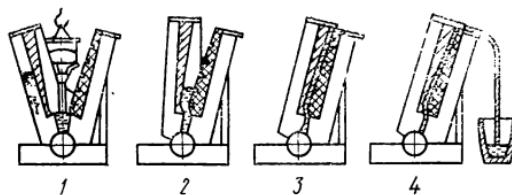

Рис. 36. Схема выжиманием:
Литье выжиманием. Представим себе литейную форму, состоящую из двух половинок, соединенных общим шарниром (рис. 36). На внутренней поверхности половинок нанесен рельеф, отвечающий поверхности отливки. В разомкнутом состоянии (1) внутрь половинок формы заливается металл. Половинки формы смыка-